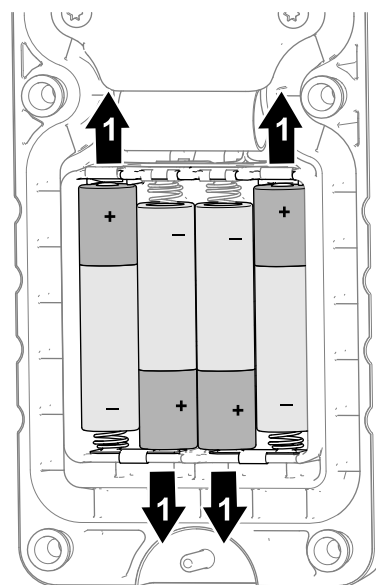

Рисунок 53
- Соблюдая полярность элементов питания, как показано на Рисунок 53, вставьте новые элементы питания в гнезда с клеммами.
Примечание: Во избежание повреждения гнезд с клеммами при установке элементов питания соблюдайте отметки правильной полярности (Рисунок 53), выштампованные в отсеке элементов питания. Если вы установите элементы питания неправильно, это не приведет к повреждению машины, но пульт дистанционного управления не будет работать.